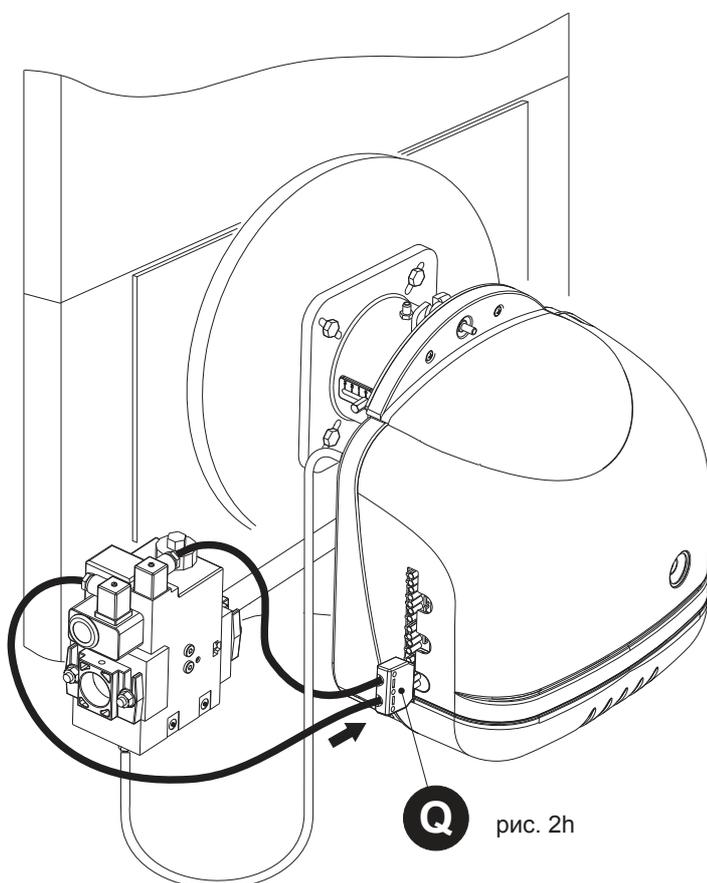

рис. 2h
- 7) Подключите разъем питания "Q" клапана к горелке (рис. 2h).